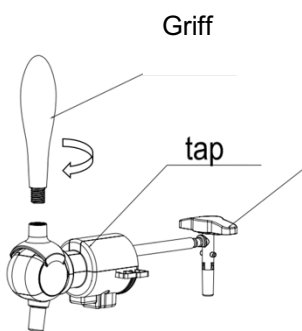

Abbildung 1
2. Installieren Sie den Griff des Zapfhahns und schließen Sie den Zapfhahn an. Achten Sie darauf, dass beide Enden perfekt zusammenpassen (wie in Abbildung 1 dargestellt).